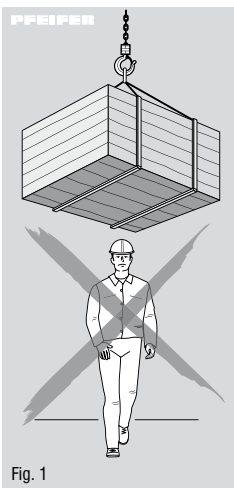
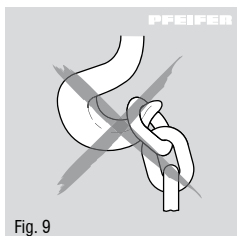

Fig. 1
Fig. 9
Flyt skiftearmen i retningen løft (op/up), og lad den gå i indgreb. Foretag pumpebevægelser med håndtaget. Hvis hejseværket er lastpåvirket, uden at der arbejdes med det, skal skiftearmen forblive i stilling løft (op/up). Hægt altid lasten på i krogens midte. Krogenes spidser må ikke belastes (fig. 9).
- Krogenes spidser må ikke belastes (fig. 9).
- Drift er ikke tilladt i eksplosionsfarlige omgivelser (EX)!
- Laster må ikke løftes hen over personer (Fig.1).